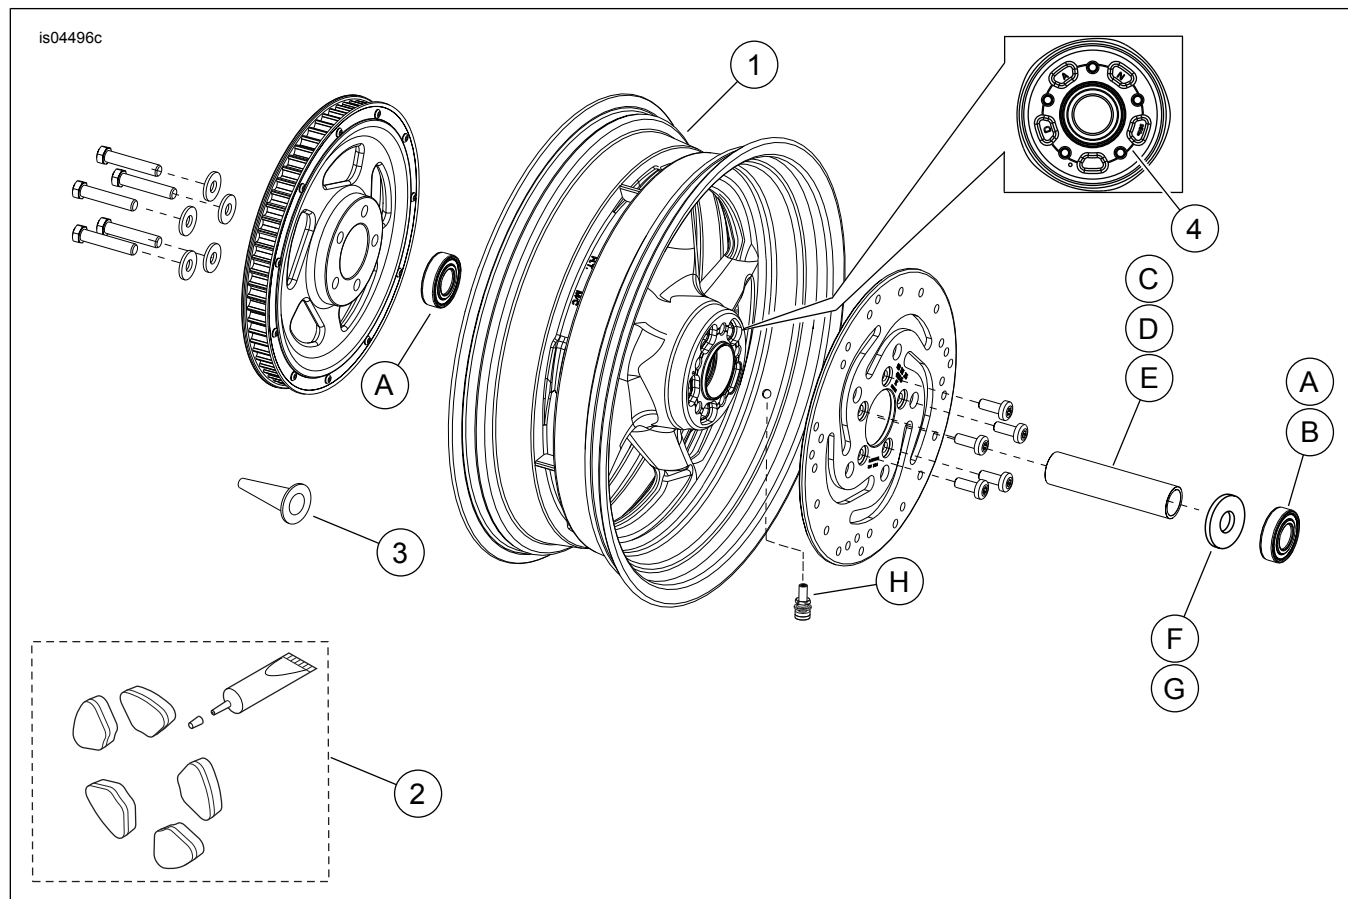

Figura 1. Peças de reposição: Roda traseira Reaper
Veja a figura 1. e Consulte a Tabela 2.
2. Veja a figura 1. Instale o conjunto da haste de válvula (H) na roda seguindo as instruções do Manual de serviço apropriado.